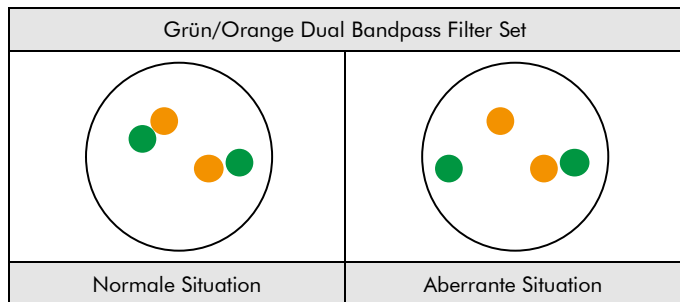

Abb. 2: Zu erwartende Ergebnisse in normalen und aberranten Zellkernen
**Normale Situation:** In Interphasen von normalen Zellen oder Zellen ohne eine Translokation der COL1A1-Genregion erscheinen zwei grün/orange Fusionssignale (siehe Abb. 2).
**Aberrante Situation:** Eine von einer Translokation betroffene COL1A1-Genregion wird durch ein separates grünes Signal und ein separates oranges Signal gekennzeichnet (siehe Abb. 2).